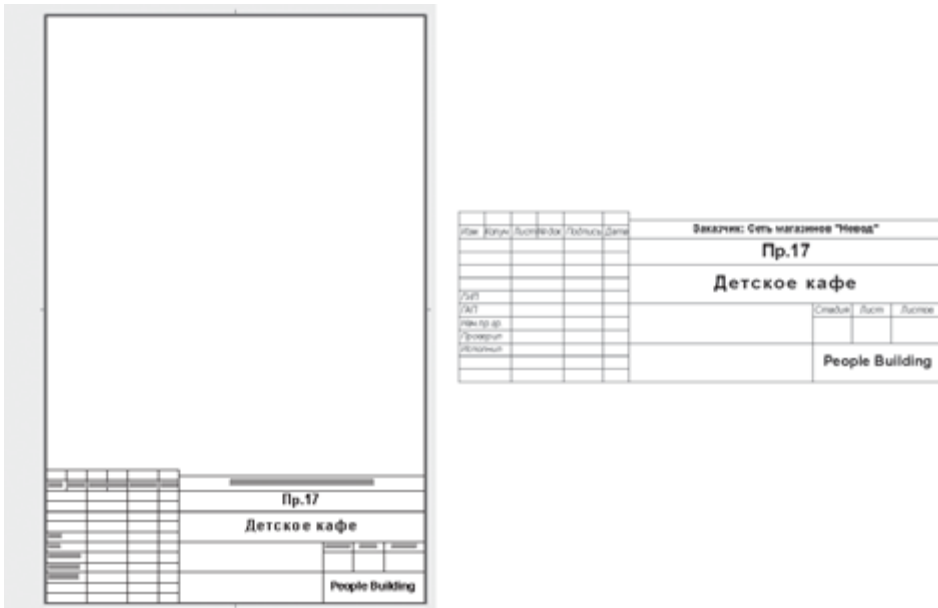

Рис. 13.10. Шаблон формата A4
1. В поле Name (Наименование) замените наименование A4 Portrait (1) на Формат A4.
7. В поля условно-постоянной информации, например наименования проекта, наименования заказчика, фамилий главного архитектора, главного инженера проекта и т. д., вставьте блоки, содержащие автотекст, настроив его с помощью команды File ► Info ► Project Info (Файл ► Информация ► Информация проекта) (рис. 13.10).